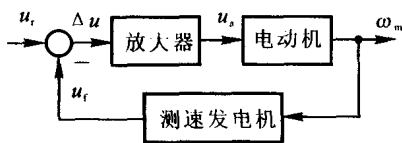

图 1.2 速度控制系统框图
解 (1) 负反馈连接方式为: $a \leftrightarrow d, b \leftrightarrow c$; (2) 系统框图如图 1.2 所示。